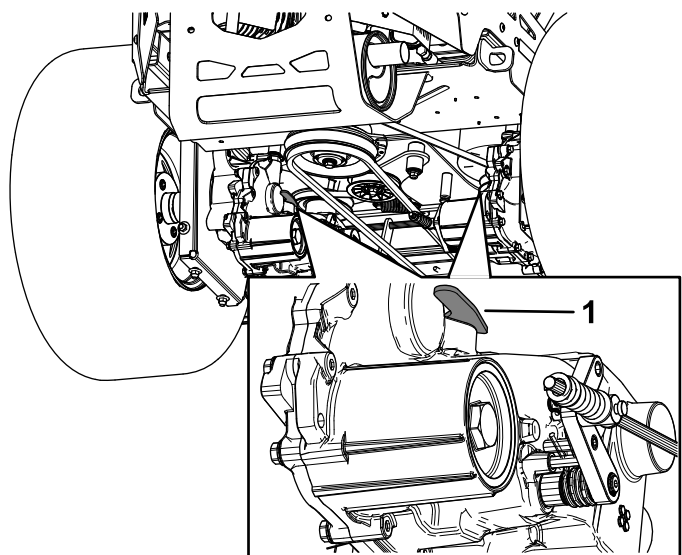

Figure 42
3. Pour pousser la machine, déplacez les deux leviers de dérivation en avant et bloquez-les en place (Figure 42).
5. Pour utiliser la machine, déplacez les leviers de dérivation en arrière et bloquez-les en place (Figure 42).